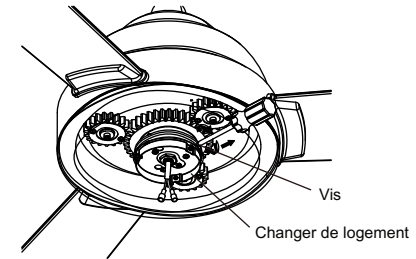

Fig. 26
Étape 4. Retirez trois (3) vis du boîtier de l'interrupteur comme indiqué et économisez pour une utilisation ultérieure. (Fig. 26)